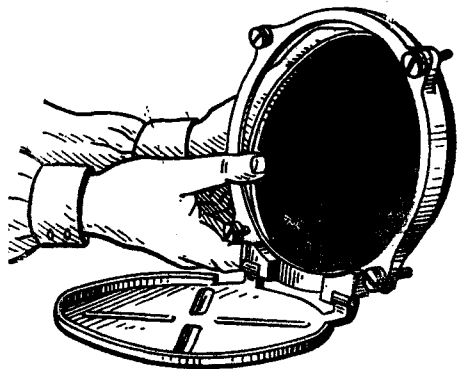

Рис. 65. Отделение фильтра инфракрасного прожектора
- открыть крышку прожектора и отделить неисправный фильтр (рис. 65), а на его место поставить исправный из числа запасных;